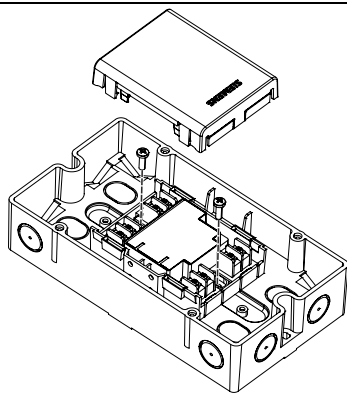

图 10
- 安装在控制器或开关柜外面：使用可选 FDCH221 保护盒（图 10）。
3. 用 2 个螺钉（M4）将保护盒固定在平整表面上（图 10）。
2. 用 2 个螺钉将模块固定在保护盒底部（图 10）。